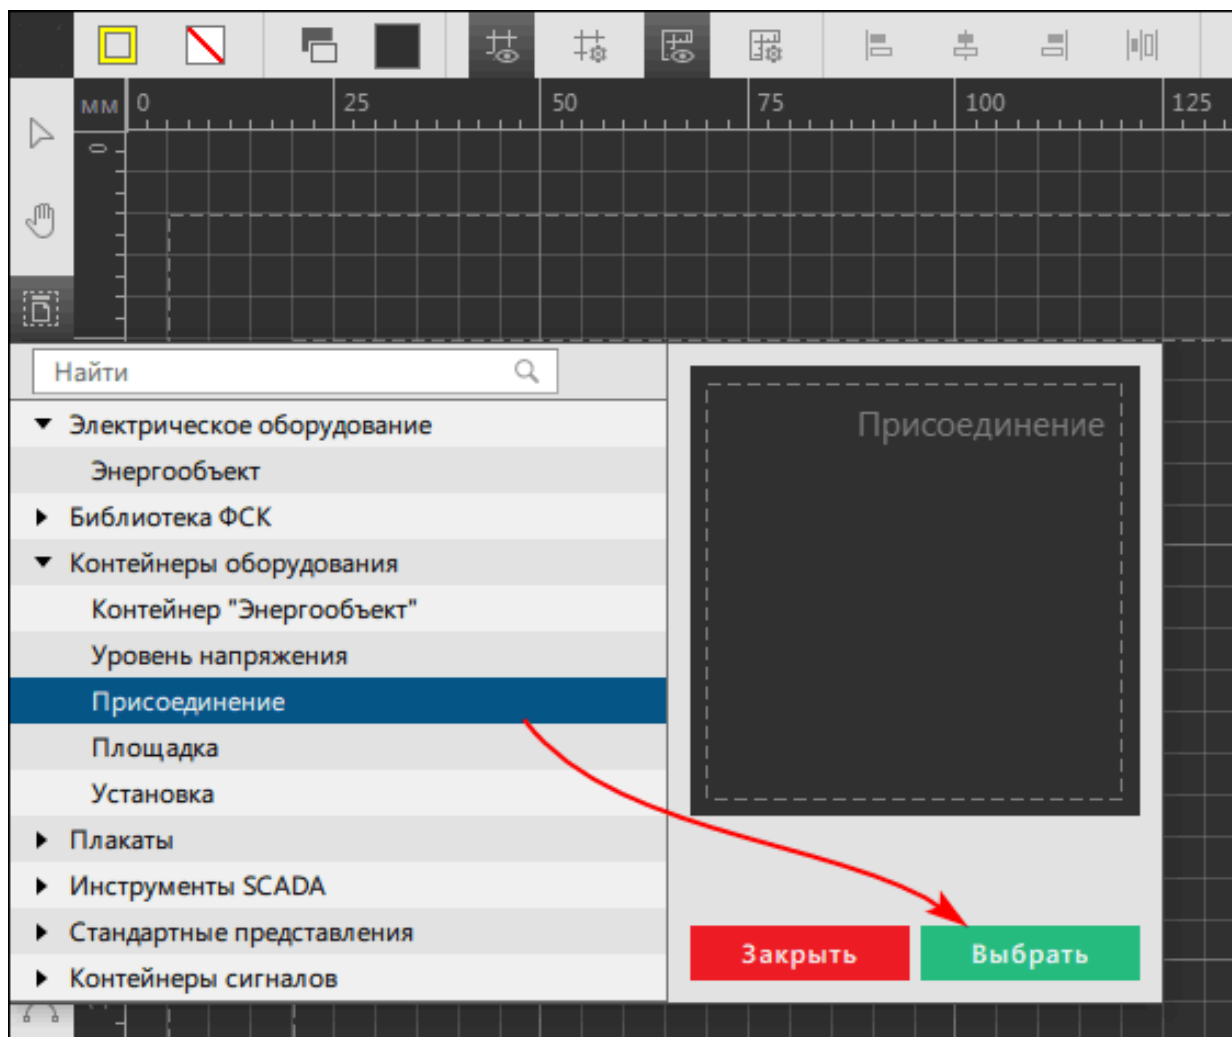

Рисунок 363 - Добавление присоединения
6. Нажмите на инструмент **Графическое представление** и выберите **Присоединение** (Рисунок 363).